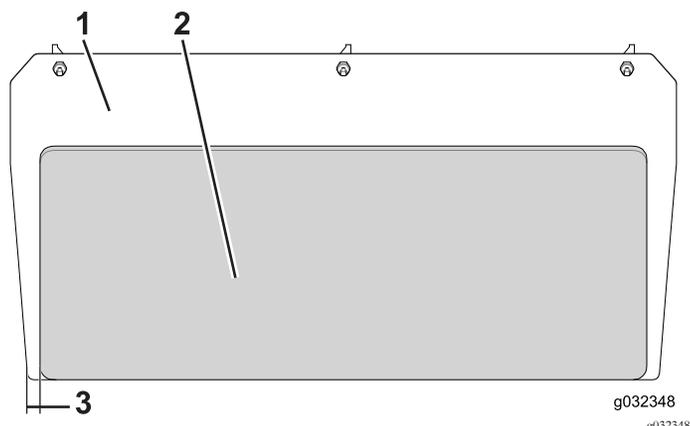

Рисунок 8
Примечание: Расположите щиток задней панели в средней части по ширине пластины, оставив 29 мм от каждого края (Рисунок 8).
4. Удалите с обратной стороны защитный слой и приложите щиток задней панели к задней панели со стороны двигателя (Рисунок 8).